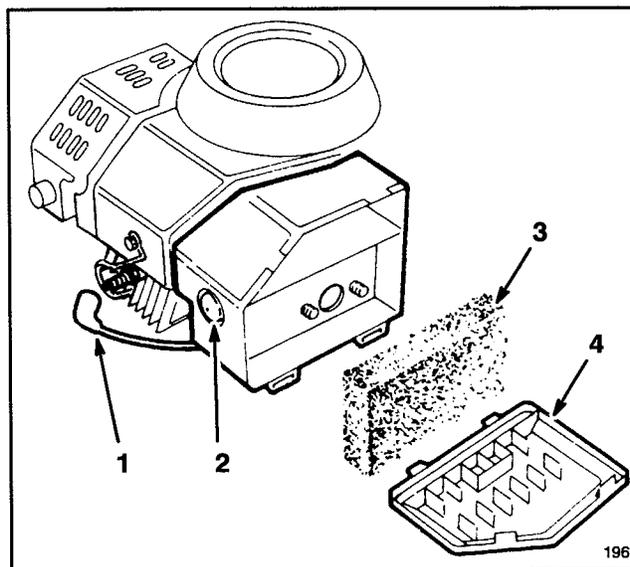

Figure 18
1. Couper le moteur et débrancher le fil de la bougie (Fig. 18).
1. Couper le moteur et attendre l'arrêt de toutes les pièces en mouvement. Débrancher le fil de la bougie (Fig. 18).